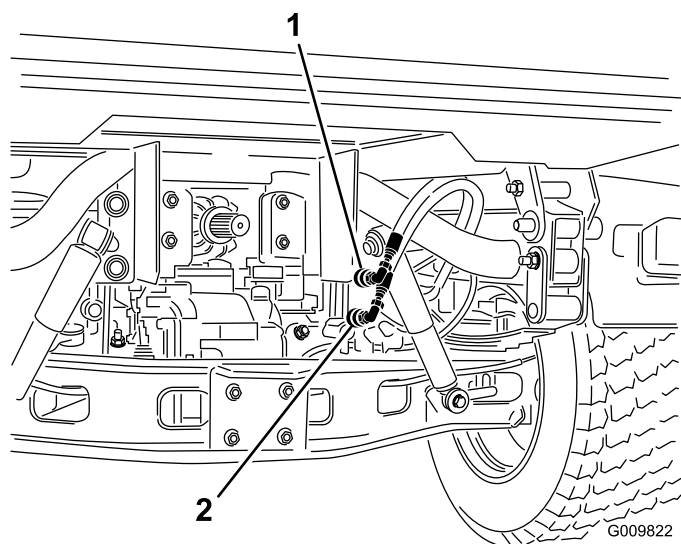

Рисунок 79
2. На обоих автомобилях отсоедините по два шланга быстроразъемных соединительных муфт от шлангов, прикрепленных к кронштейнам соединительных муфт (Рисунок 79).